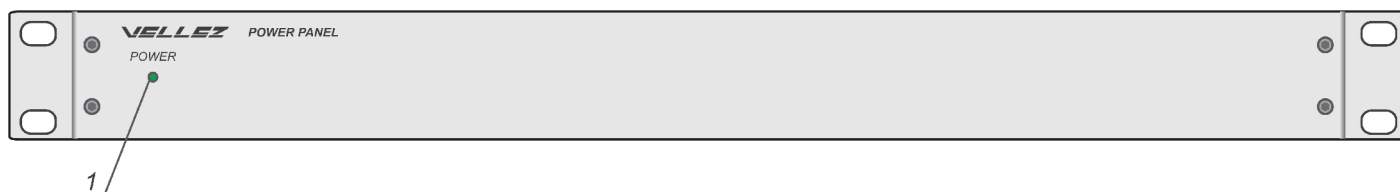

Рисунок 19
9.9 Размещение индикаторов на передней панели сетевой панели и их назначение приведено на рис. 19.